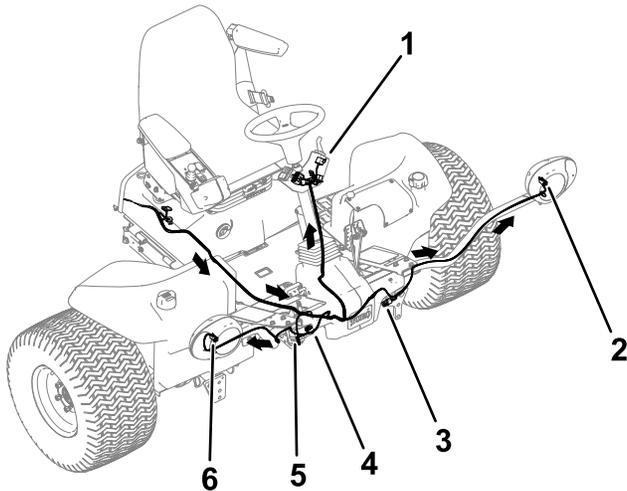

Figura 19
1. Encaminhe a extremidade frontal da cablagem através da parte inferior da plataforma do operador para a frente da máquina (Figura 19).
2. Enrosque cada conector de cablagem através do suporte de farol adequado e ligue-o ao farol (Figura 19).
3. Ligue a sonda da cablagem, com dois conectores, à buzina (Figura 19).
5. Ligue os conectores da cablagem do kit de luzes aos faróis do resguardo (Figura 19).
8. Encaminhe a cablagem para o conjunto do suporte da coluna na coluna de direção (Figura 19).